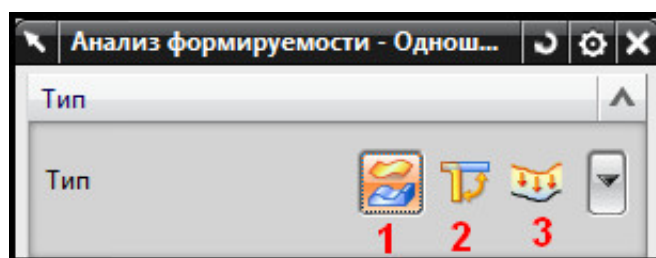

Рис. 5.20. Раздел **Тип**
- Раздел **Тип** включает следующие кнопки (рис. 5.20):